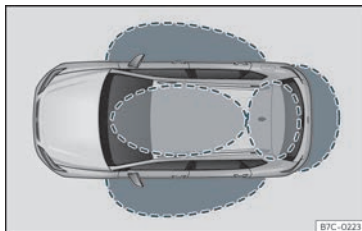
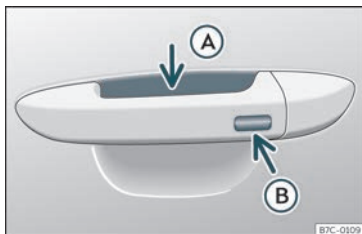

Fig. 71 Keyless Access: zonas de proximidade.
Fig. 72 Sistema de fecho e arranque sem chave Keyless Access
ativamente a chave do mesmo. Para isso, só é necessário que exista uma chave do veículo válida na zona de deteção correspondente à tentativa de acesso ao veículo >>> Fig. 71 e tocar numa das superfícies sensoras dos manípulos das portas >>> Fig. 72 ou acionar o *softtouch*/pega da porta da bagageira >>> Página 104 >>> ❶.
Se detetar uma chave válida numa das zonas próximas >>> Fig. 71, o sistema de fecho e arranque sem chave Keyless Access atribui à referida chave direitos de acesso quando se toca numa das superfícies sensoras dos ma-
- Empurre o manípulo de uma das portas dianteiras. Ao fazê-lo, toca-se na superfície sensora »» **Fig. 72 (A)** (seta) do manípulo e destranca-se o veículo.
- Toque *uma vez* na superfície sensora de bloqueio »» **Fig. 72 (B)** (seta) do manípulo de uma das portas dianteiras. A porta cujo manípulo se aciona deverá estar fechada.
- Toque *uma vez* na superfície sensora »» **Fig. 72 (B)** (seta) do manípulo de uma das portas dianteiras. O veículo é trancado com o sistema de segurança «Safe» »» Página 99. A porta cujo manípulo se aciona deverá estar fechada.
- Toque *duas vezes* na superfície sensora »» **Fig. 72 (B)** (seta) do manípulo de uma das portas dianteiras para trancar o veículo sem ativar o sistema de segurança «Safe» »» Página 99.
Quando o veículo está trancado, a porta da bagageira destranca-se automaticamente ao abri-lo se numa zona próxima »» **Fig. 71** se encontrar uma chave do veículo válida.
- Pressione o botão de fecho  do comando à distância e toque uma vez, dentro dos 5 segundos seguintes, na superfície sensora de bloqueio do manípulo da porta do condutor >>> **Fig. 72 B**. Não agarre o manípulo da porta, caso contrário o veículo não trancará. Também é possível levar a cabo a desativação se se bloquear o veículo através do fecho da porta do condutor.
>>> **Fig. 72 B** (seta) do manípulo da porta até que as janelas e o teto se tenham fechado.
As superfícies sensoras dos manípulos das portas poderiam ativar-se ao receber um jato de água ou de vapor a grande pressão, caso existisse alguma chave do veículo válida na zona próxima. Se, pelo menos, uma das janelas com acionamento elétrico estiver aberta e se se ativar a superfície sensora >>> **Fig. 72 B** (seta) de um dos manípulos de forma permanente, fechar-se-ão todas as janelas.
- **OU:** toque *duas* vezes na superfície sensora situada na parte exterior do manípulo da porta >>> **Fig. 72 (B)**.